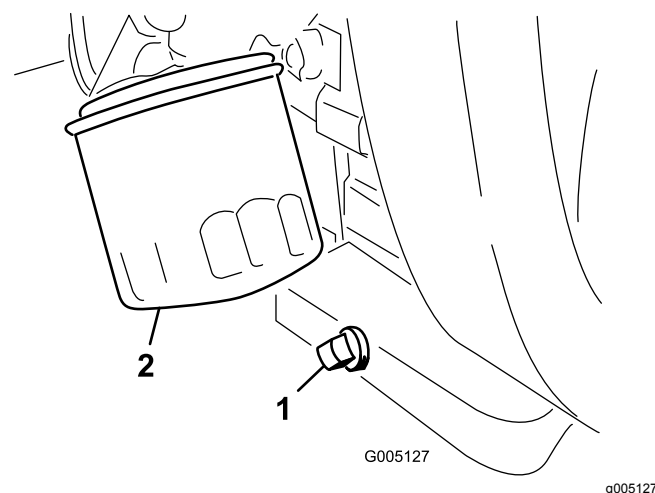

Figura 28
2. Retire el filtro de aceite (Figura 28).
1. Retire el tapón de vaciado (Figura 28) y deje fluir el aceite a un recipiente apropiado. Cuando el aceite deje de fluir, coloque el tapón de vaciado.